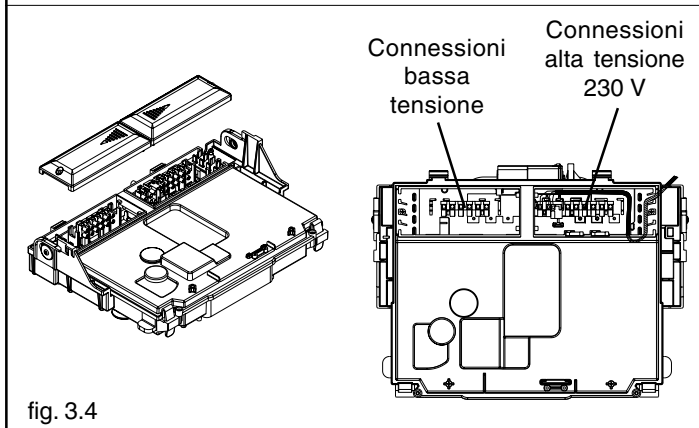

fig. 3.4
- aprire i coperchietti morsettiere facendoli scorrere nel senso delle frecce (fig. 3.4).